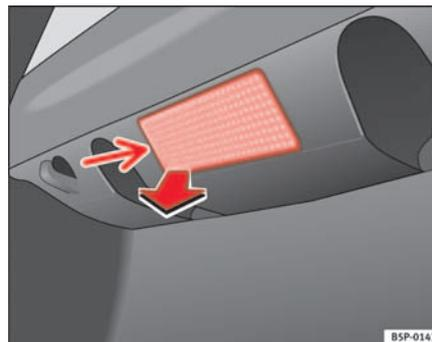

Abb. 187 Gepäckraumbeleuchtung
- Das Lampenglas der Glühlampe durch Druck mit einem Schraubenzieher auf dessen Unterseite -Pfeil- abnehmen ⇒ Abb. 187 ►